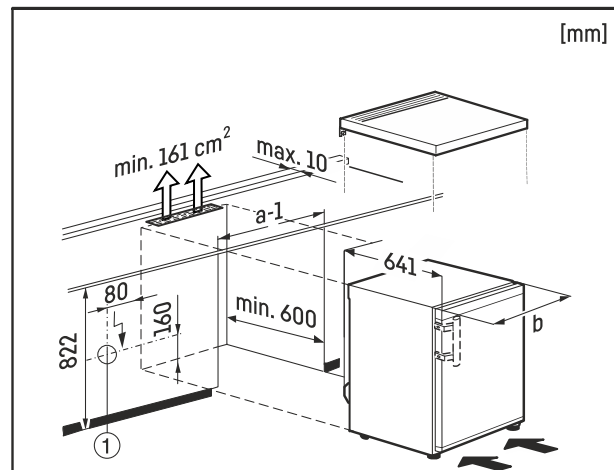

Fig. 4
Die Steckdose Fig. 4 (1) muss dabei außerhalb der Geräte-